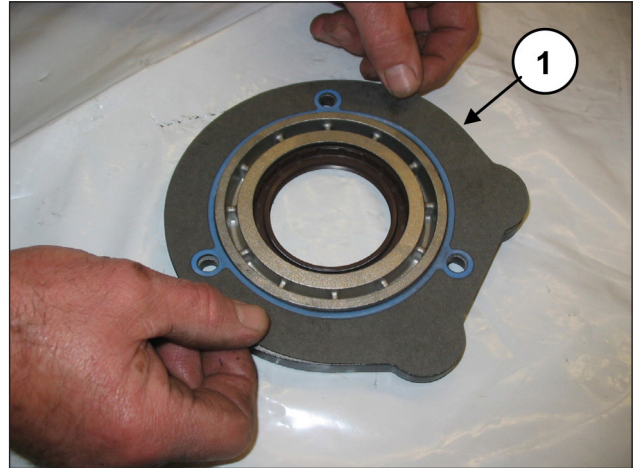
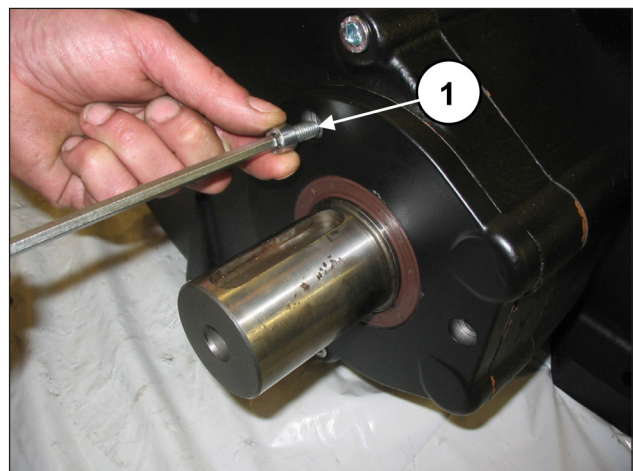

Fig. 72
Fig. 73
Aplique a flange do redutor, com o relativo forro na caixa do redutor (pos. ①, Fig. 72), e solte-a, mediante três parafusos M8x18 (pos. ①, Fig. 73).